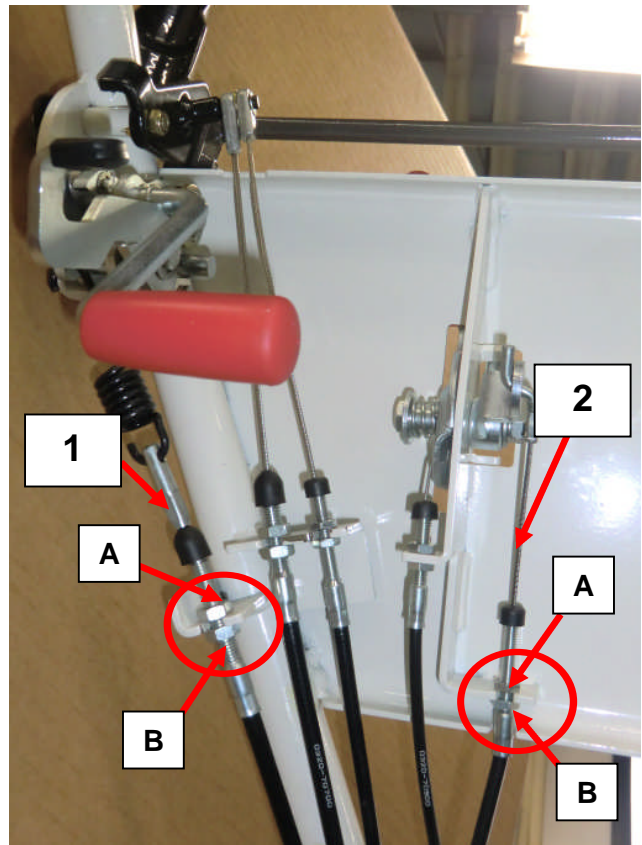

Figure 17
-Si lorsque vous relâchez la poignée de commande de la lame, la lame ne s'arrête pas, ajustez la tension du câble (1 Figure 17) en dévissant le contre écrou de réglage du tendeur (1 figure 17 repère A), puis en descendant l'écrou de réglage du tendeur (1 figure 17 repère B). Resserez le contre écrou puis vérifiez si la machine fonctionne normalement. Refaites le réglage si la machine ne fonctionne pas normalement.
-Si lorsque vous démarrez la machine et que la lame tourne ou que vous entendez la courroie patiner, ajustez la tension du câble en dévissant le contre écrou de réglage du tendeur (1 figure 17 repère A), puis en remontant l'écrou de réglage du tendeur (1 figure 17 repère B). Resserez le contre écrou puis vérifiez si la machine fonctionne normalement. Refaites le réglage si la machine ne fonctionne pas normalement.
- Si le blocage du différentiel, ne s'engage pas il faut retendre le câble (2 Figure 17). Dévissez le tendeur (2 figure 17 repère A) et remontez le contre-écrou de blocage (2 figure 17 repère B). Revissez ensuite le contre écrou